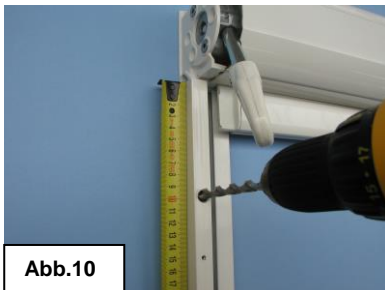

Abb.10
- Oberes Loch Führungsschiene „links“ anzeichnen und bohren (Abb.10).